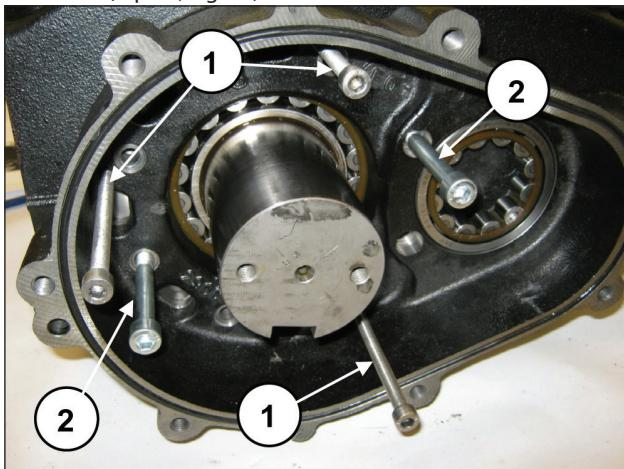

Fig. 23
Placer 3 goujons ou vis filetées M8 (rep. ①, Fig. 23) faisant office d'extracteurs dans les trous appropriés et deux vis M10 suffisamment longues tenant lieu de support boîtier du réducteur (rep. ②, Fig. 23).